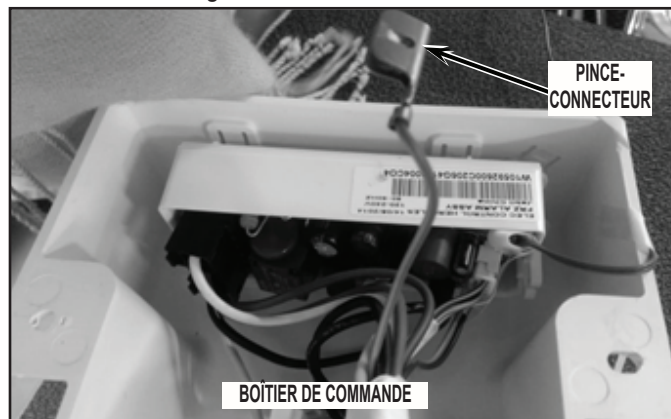

FIGURE 7
9. Fixer l'avertisseur sonore derrière le rail de glissière avec la vis ôtée à l'étape 3, en l'introduisant à travers l'orifice en dessous de l'attache d'orientation. Les conducteurs de l'avertisseur sonore doivent être orientés vers le bas. Voir Figure 7.
16. Déboîter la pince-connecteur qui relie l'écran thermique à la masse. Voir Figure 7.